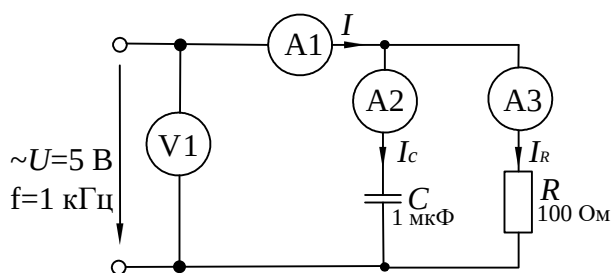
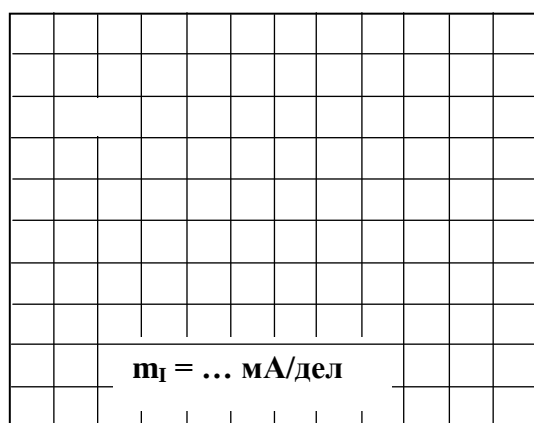
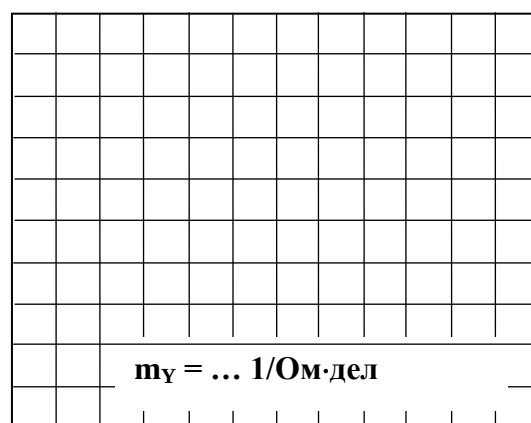

Рисунок 10 – Схема экспериментального исследования разветвленной цепи RC
Рисунок 11
Рисунок 12
1.3. Выберите масштаб и постройте векторную диаграмму токов (рис. 10) и треугольник проводимостей (рис. 11).
2.1. Соберите цепь согласно схеме (рис. 12), подсоедините регулируемый источник синусоидального напряжения и установите его параметры: $U=5$ В, $f=1$ кГц
2.3. Постройте векторную диаграмму токов (рис. 11) и треугольник проводимостей (рис. 12).